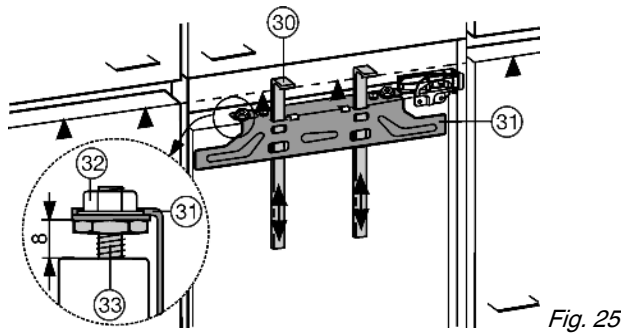
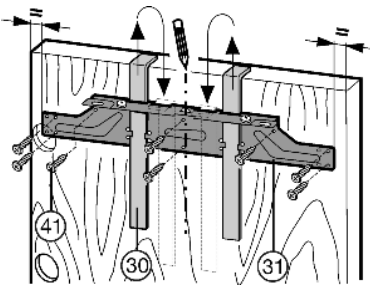

Fig. 25
Fig. 26
Die Montagehilfen Fig. 25 (30) werden für beide Türen benötigt. Möbeltüren daher nacheinander montieren.
- ▶ Montagehilfen Fig. 25 (30) auf Möbeltürhöhe hochschieben. Untere Anschlagkante ▲ der Montagehilfe = Oberkante der zu montierenden Möbeltür.
- ▶ Befestigungstraverse Fig. 26 (31) über die Kontermuttern Fig. 25 (32) abschrauben.
- ▶ Befestigungstraverse Fig. 26 (31) mit den Montagehilfen Fig. 26 (30) auf die Innenseite der Möbeltür hängen.
- ▶ Befestigungstraverse Fig. 26 (31) mittig ausrichten: kurze Mittellinie auf Möbeltür anzeichnen und Pfeilspitze der Traverse darüberbringen.
- ▶ Befestigungstraverse Fig. 26 (31) mit mindestens 6 Schrauben Fig. 26 (41) festschrauben.
- ▶ Befestigungstraverse Fig. 26 (31) mit 4 Schrauben Fig. 26 (41) am Rand festschrauben.
- ▶ Montagehilfen Fig. 26 (30) nach oben herausziehen und in die danebenliegenden Ausnahmeöffnungen gedreht einschieben.